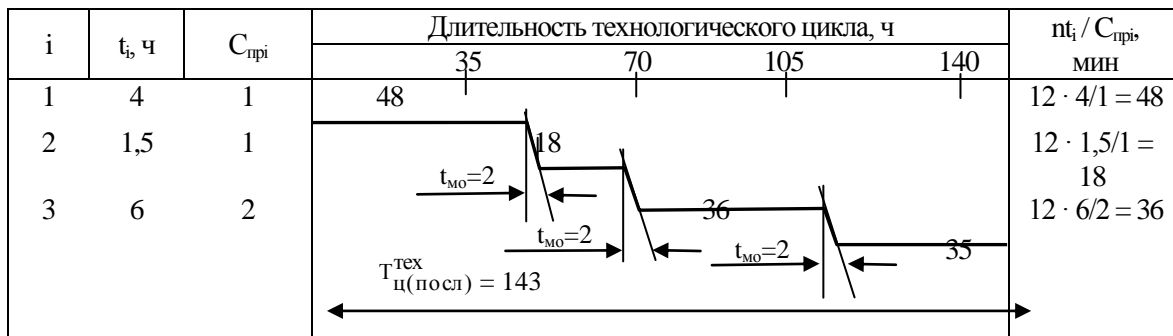

Рис. 1. График длительности производственного цикла при последовательном движении предметов труда
3. Построение графика длительности производственного цикла при последовательном движении предметов труда приведено на рис. 1.
4. Длительность технологического цикла при параллельном движении предметов труда рассчитывается по формуле (4):